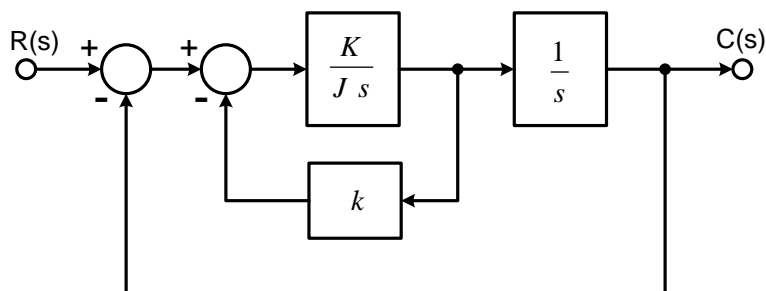

Figura 10
13. Determine os valores de K e k do sistema em malha fechada ilustrado na Figura 10 de tal modo que a ultrapassagem máxima da resposta ao degrau unitário seja de 25%, com instante de pico em 2 s.